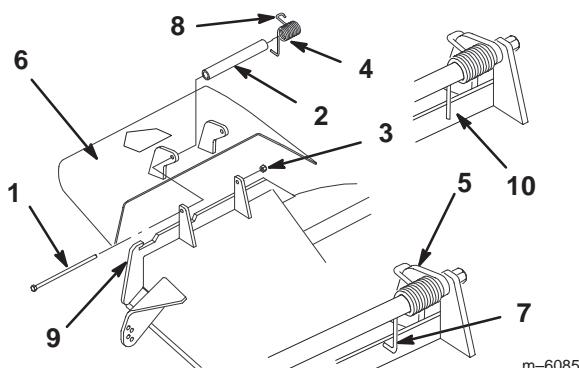

Figura 24
**Nota:** Asegúrese de colocar el extremo en **L** o el extremo recto del muelle detrás del reborde de la plataforma antes de instalar el perno, según muestra la figura 24.